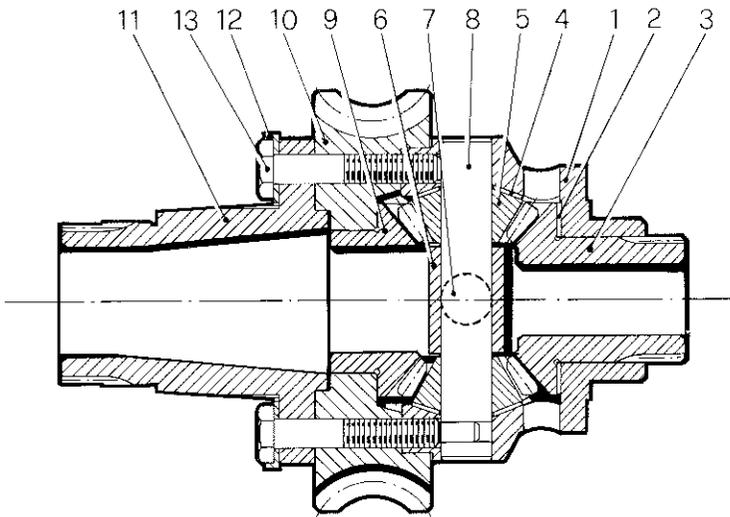

Fig. 31 - Sezione longitudinale del differenziale
**Preinotare il differenziale** (vedi fig. 31), procedendo nel seguente ordine: